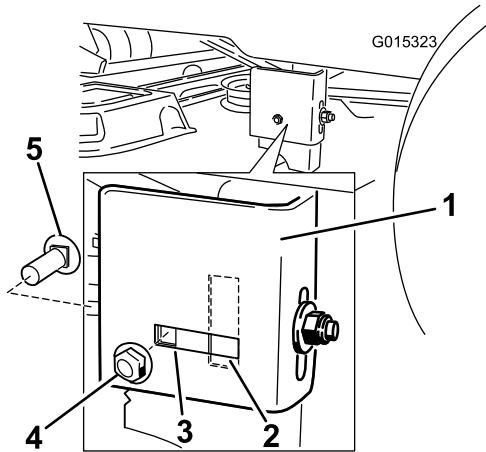

Figura 61
7. Mova para o lado esquerdo da máquina. Remova a porca de bloqueio e o parafuso lateral da carroçaria da posição fixa e instale-o na parte de trás, posição da fenda (Figura 61).